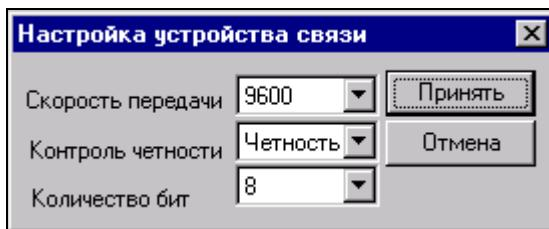

Рисунок 5.2 - Настройка устройства связи
- «**Настройка устройства связи**» - настройка параметров связи последовательного порта (при нажатии на кнопку вызывается форма (см. рисунок 5.2)